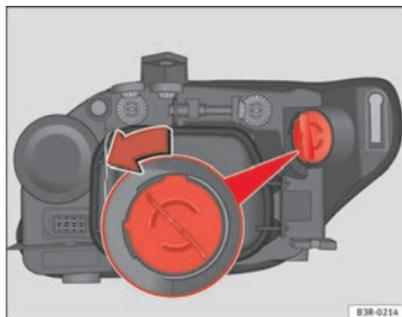

Fig. 203 Luz DRL (luz diurna)
- Rode o porta-lâmpadas no sentido anti-horário agarrando-o pela pega ⇒ fig. 203 e extraia o porta-lâmpadas e a lâmpada.